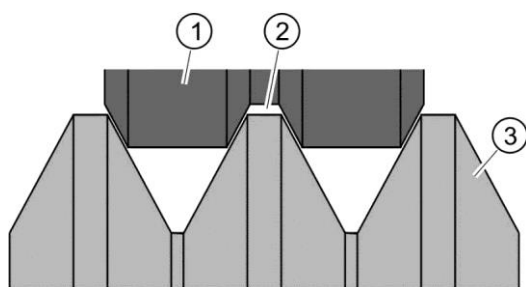

Рис. 63. Приводной ремень и ременный шкив в новом состоянии
- Проверьте зазор (2) (Рис. 63) между приводным ремнем (1) и ременным шкивом (3).